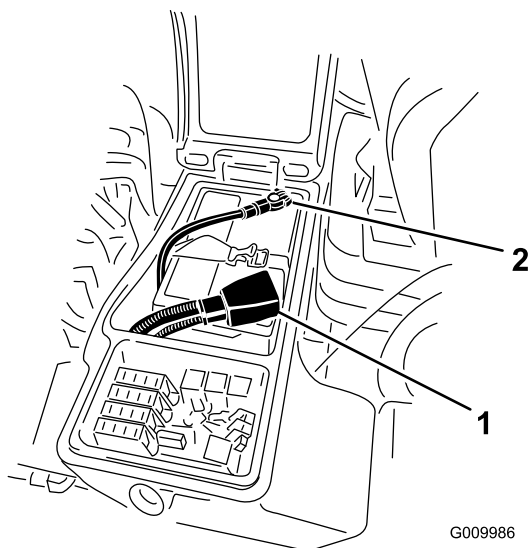

Figure 60
3. Débranchez le câble négatif (noir) de la borne négative (-) et le câble positif (rouge) de la borne positive (+) de la batterie (Figure 60).
6. Raccordez le câble positif (rouge) de la batterie à la borne positive (+) et le câble négatif (noir) à la borne négative (-) (Figure 60).